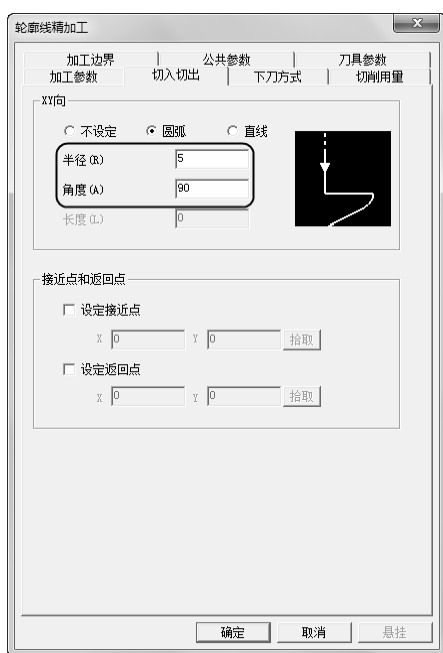

图 2-66 “切入切出”选项卡
2) 单击“切入切出”选项卡，设置“XY 向”为“圆弧”，不设定“接近点和返回点”。具体“半径”、“角度”、参数数值如图 2-66 所示。